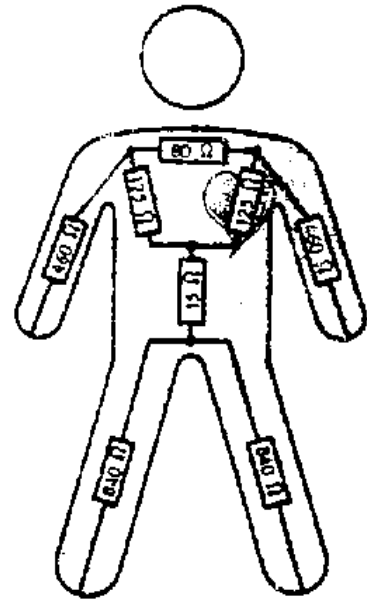

Fig.1
- Introduza o cabo derivado na abertura (Fig.1).
E a partir de 9mA o corpo já começa a sentir sensações desagradáveis. Com as mãos unidas, sua resistência total é de aproximadamente 1300Ω (Fig.1). Para circular esta corrente é necessária uma tensão de: